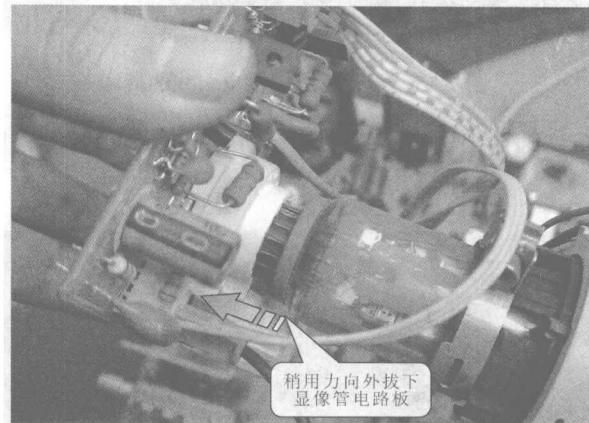

图 1-13 显像管电路板的拆卸
① 在拆卸显像管电路板时，一定要小心，不要将显像管尾管打碎，否则很难修复，具体拆卸如图 1-13 所示。